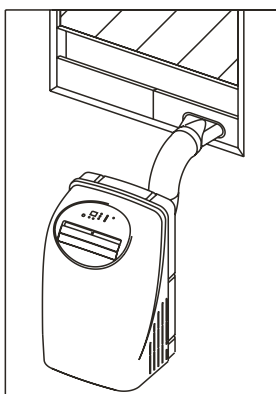

Fig. 5
- 2) Instale la manguera de escape flexible y el kit deslizante de ventana ajustable, Fig 5 o Fig. 5a.